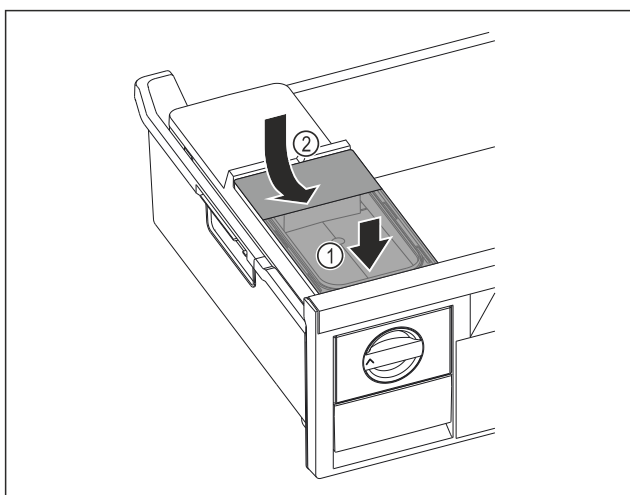

Fig. 101
- ▶ Nasad'te vpředu nádržku na vodu. Fig. 101 (1)
- ▶ Spus'tte nádržku na vodu vzadu dolů. Fig. 101 (2)